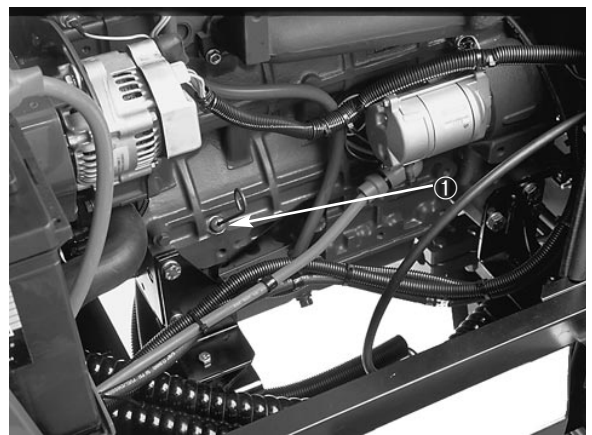

Bild 2
3. Den Ölmeßstab (Bild 2) prüfen. Das Öl muß die FULL [VOLL]-Markierung erreichen.